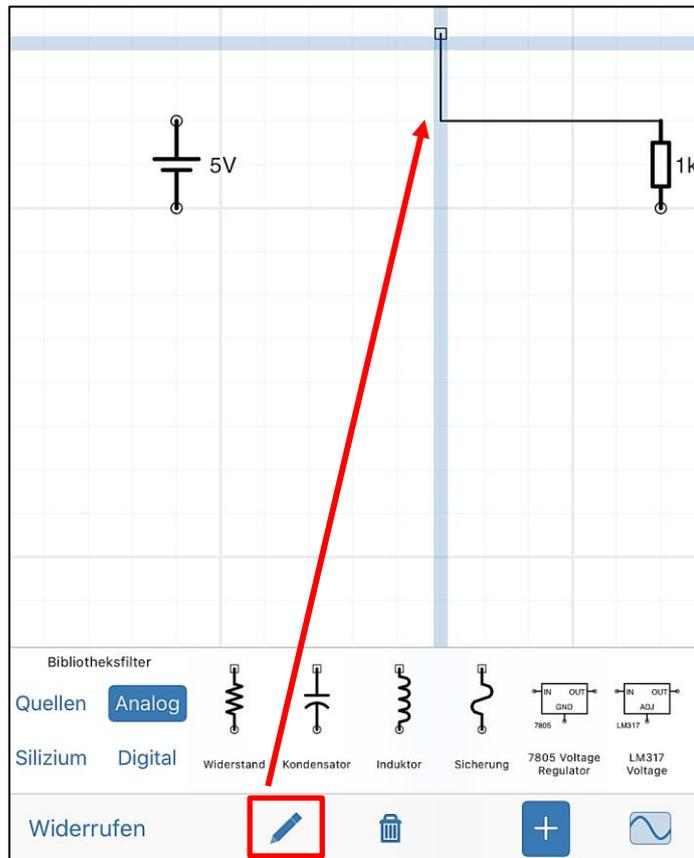
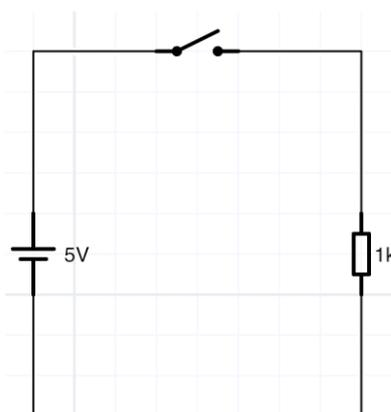

Abb. 5: Bauteile verbinden
Abb. 6: Grundstromkreis in iCircuit
5. Ziehen Sie wie in Abb. 5 nun manuell eine Verbindung zur Quelle oder einem anderen Bauteil. Diese sind nun für den Schaltungssimulator elektrisch verbunden (Abb. 6).
Der Grundstromkreis in Abb. 6 beinhaltet die wichtigsten Elemente wie eine Quelle, einen Verbraucher und Verbindungsleitungen (u.a. ein Schalter (Schließer)).